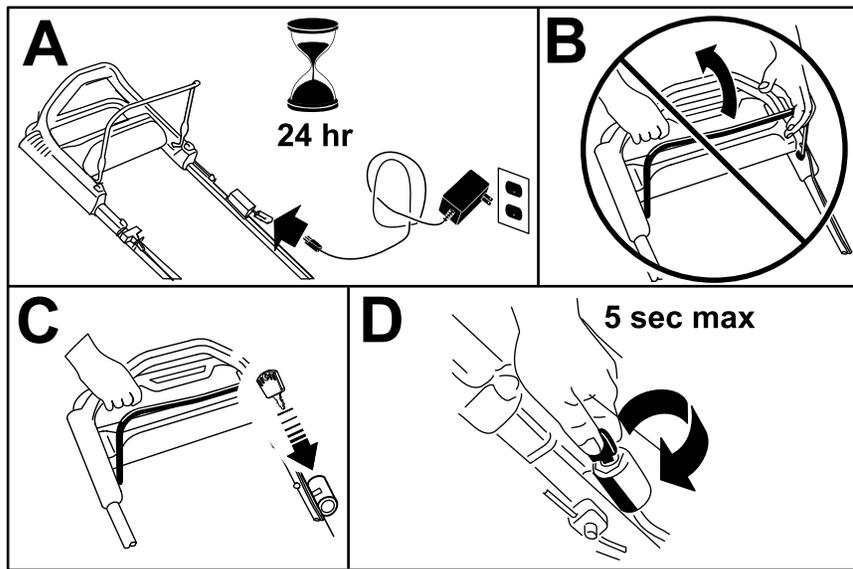

Bild 15
1. Laden Sie den Akku 24 Stunden lang auf, bevor Sie das Gerät zum ersten Mal benutzen (A in Bild 15).
**Wichtig:** Versuchen Sie nicht den Motor bei eingekuppeltem Schaltbügel anzulassen; sonst kann die Sicherung durchbrennen (B in Bild 15).
2. Stecken Sie den Zündschlüssel in die Zündung (C in Bild 15).
3. Drehen und halten Sie den Zündschlüssel auf die Anlass-Stellung, wenn der Motor startet, lassen Sie den Schlüssel los (D in Bild 15).